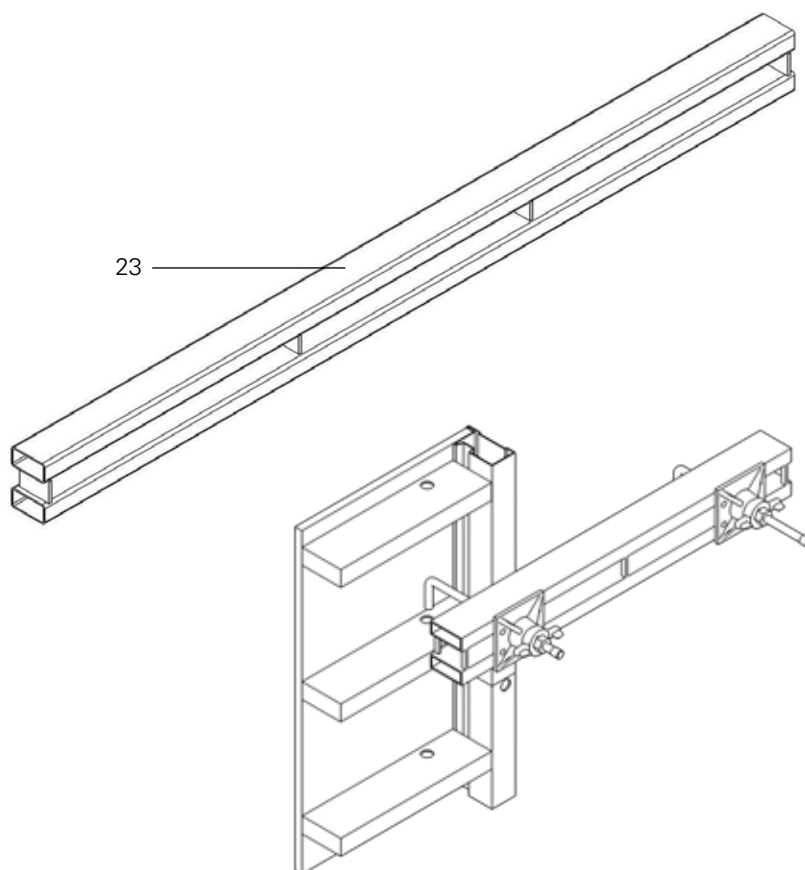

Рис. 10
1. Навесить натяжной ключок ST 400 в отверстия для соединения в элементе. (Рис. 10)